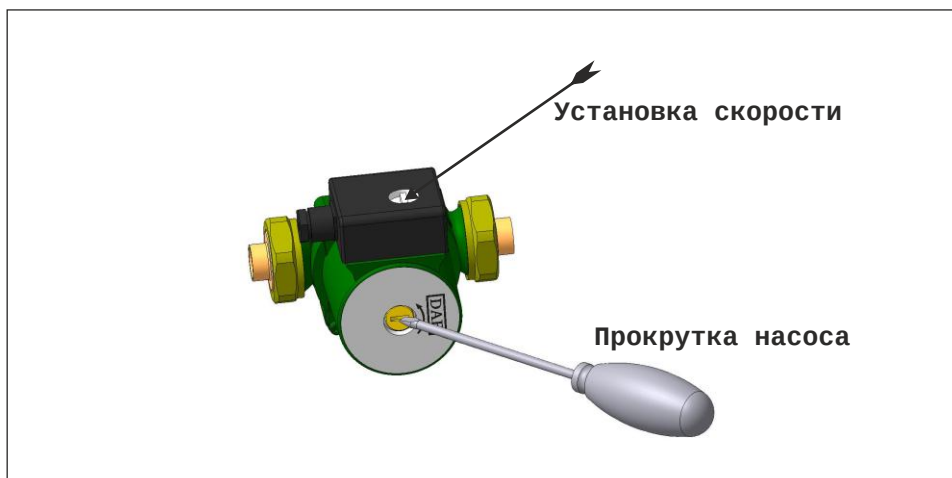

Рис. 6
8.4 В начале отопительного сезона перед запуском прибора необходимо проверить, не заблокирован ли вал циркуляционного насоса отложениями или накипью. Для этого снимите лицевую панель (25) рис.2, поднимите вверх панель управления (26), затем отвинтите защитный колпачок и поверните вал двигателя с помощью отвертки по стрелке (Рис.6). Установите защитный колпачок
7.1.13 В ходе эксплуатации системы подберите оптимальную скорость насоса. Переключение скорости (рис. 6) может быть произведено во время работы двигателя. При выборе меньшей скорости получается экономия электроэнергии и более низкий шумовой уровень.